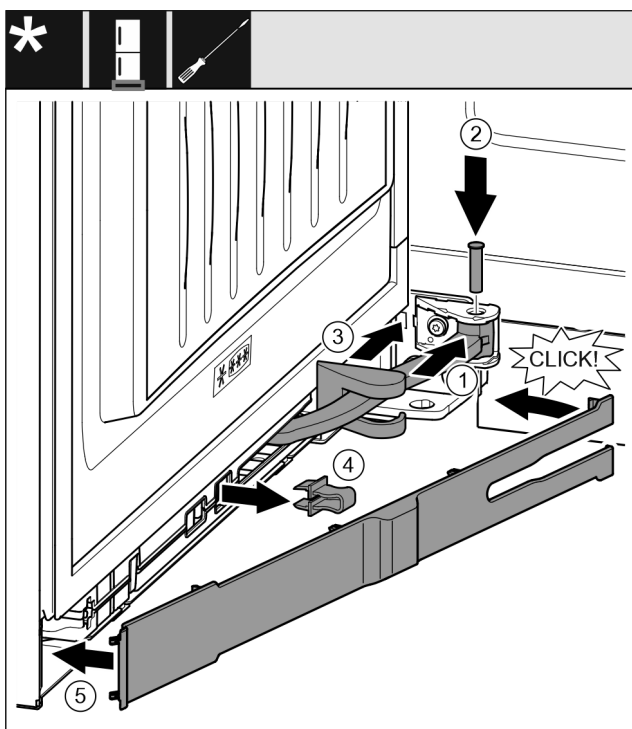

Fig. 67
- ▶ Zavrtite zgibni del Fig. 67 (1) v vpetju.
- ▶ Z izvijačem vstavite sornik Fig. 67 (2) v vpetje in zgibni del. Pri tem pazite, da zaskočni zapah pravilno sedi v utoru.
- ▶ Potisnite pokrov ležajnega podstavka Fig. 67 (3) vzdolž zgibnega dela in ga montirajte nad vpetjem.
- ▶ Snemite varovalo Fig. 67 (4).
- ▶ Namestite zaslonko Fig. 67 (5) na strani ročaja in jo obrnite navznoter.